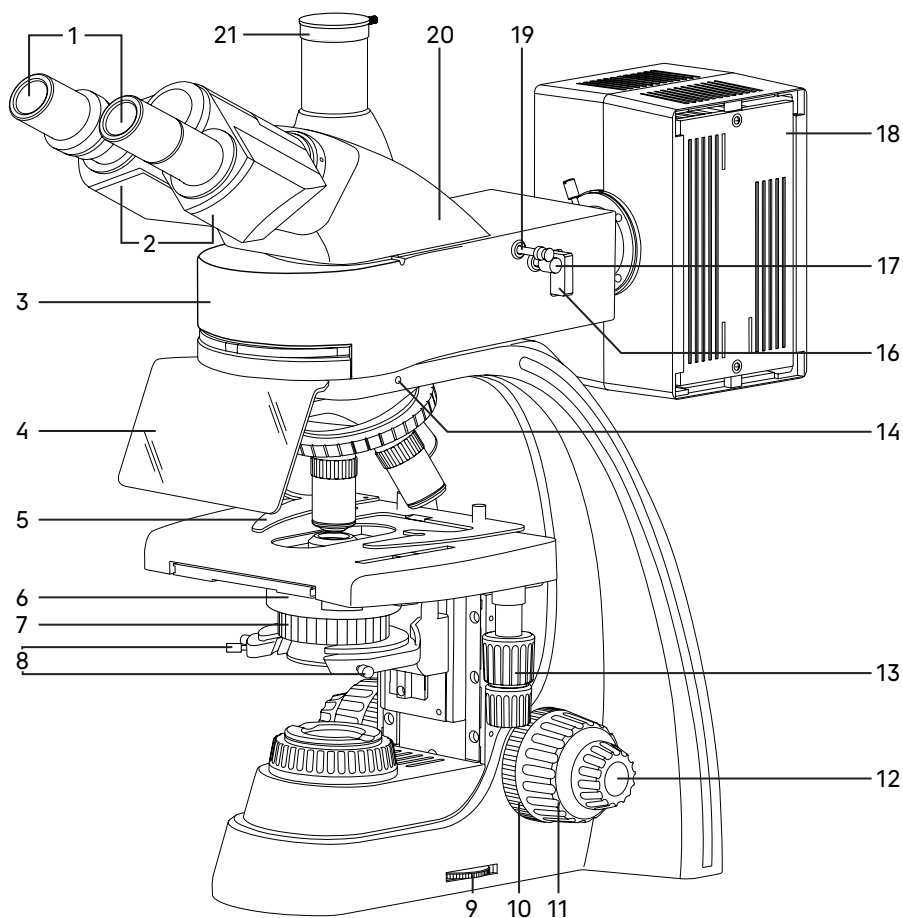
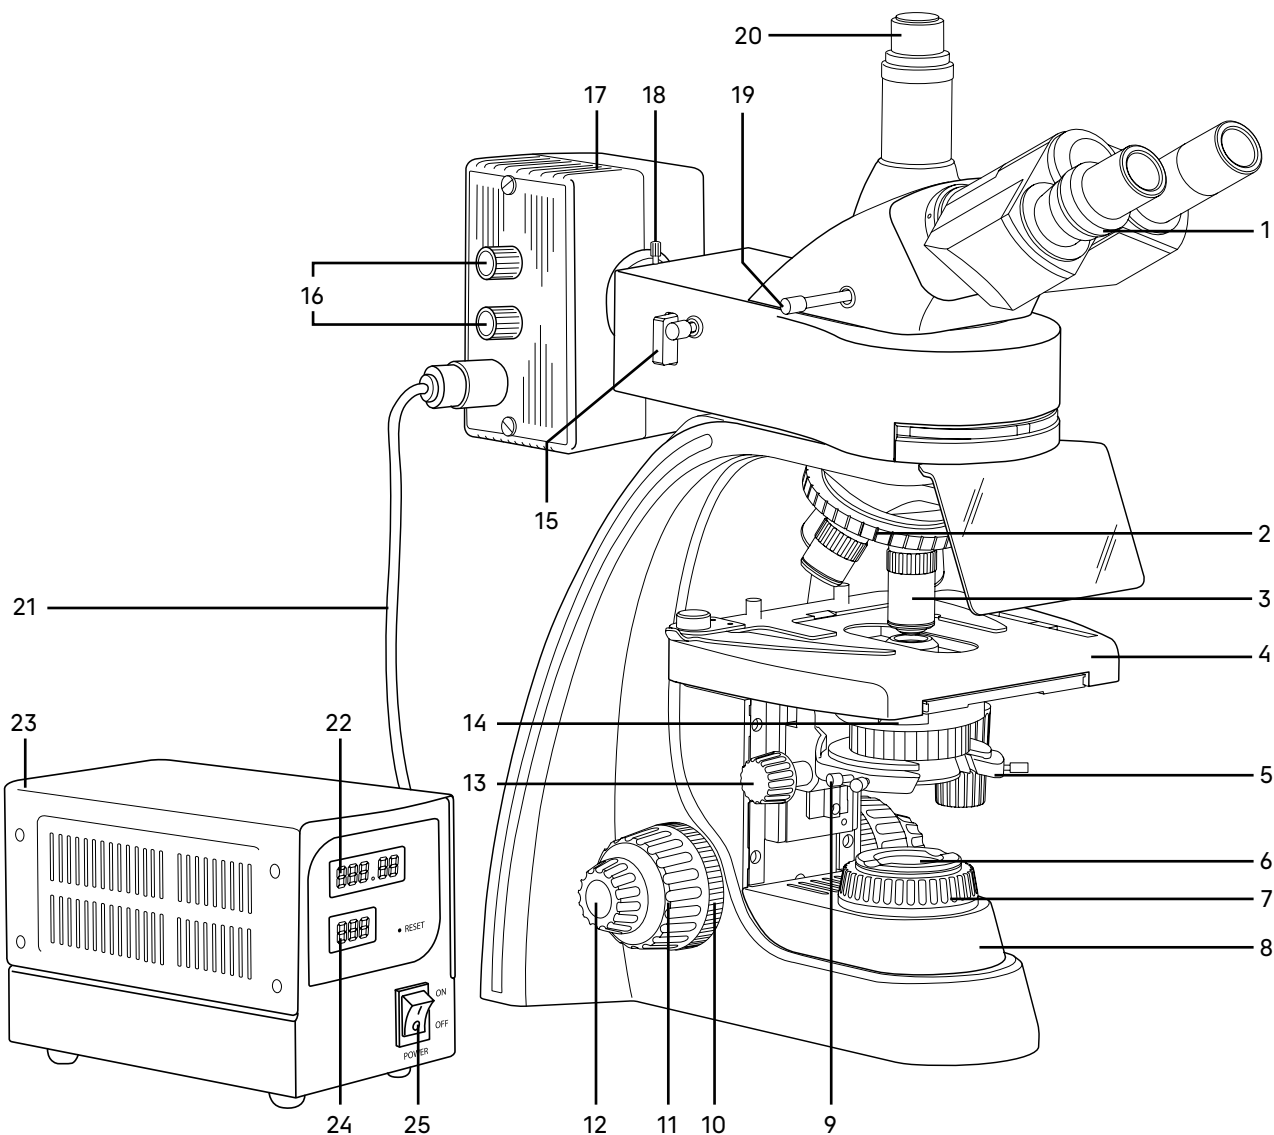

Рис. 1. Микроскоп MAGUS Lum 400. Вид справа
Рис. 2. Микроскоп MAGUS Lum 400. Вид слева
Штатив 8 (рис. 2) представляет собой цельную конструкцию с основанием. Основание имеет Y-образную устойчивую эргономичную форму.
- револьвер 2 (рис. 2) с объективами 3 (рис. 2);
- предметный столик 4 (рис. 2);
- кронштейн конденсора 5 (рис. 2);
- коллектор в оправе с полевой диафрагмой 6 (рис. 2).
Ручка 9 (рис. 1) служит для регулировки напряжения питания источника проходящего света.
Фокусировка на объект осуществляется перемещением по высоте предметного столика 4 (рис. 2). Грубая фокусировка производится вращением коаксиальных рукояток 11 (рис. 1, 2), которые размещены по обеим сторонам штатива.
Тонкая фокусировка производится вращением рукояток 12 (рис. 1, 2), расположенных по обеим сторонам штатива. Тонкая фокусировка требуется для точного фокусирования на объект и для подфокусировки микроскопа на резкость изображения при смене объективов и препаратов.
Механизм регулировки жесткости хода грубой фокусировки 10 (рис. 1) – кольцо между штативом и рукояткой грубой фокусировки с правой стороны. С помощью кольца регулируется жесткость хода грубой фокусировки так, чтобы жесткость была комфортной для пользователя, но при этом столик не опускался самопроизвольно во время работы.
Рукоятка блокировки грубой фокусировки 10 (рис. 2) расположена с левой стороны. После завершения грубой фокусировки рекомендуется перевести рычаг в крайнее положение в направлении по часовой стрелке. Таким образом закрепится положение грубой фокусировки для быстрой рефокусировки после смены препарата.
Насадка 20 (рис. 1) обеспечивает визуальное наблюдение изображения объекта. Насадка устанавливается в отверстие верхнего фланца корпуса люминесцентной насадки 3 (рис. 1) и закрепляется винтом 15 (рис. 1). Насадку при установке развернуть окулярами в сторону предметного столика.
Изменение межзрачкового расстояния в насадке осуществляется разворотом окулярных тубусов 2 (рис. 1) в пределах 48–75 мм. Значение расстояния, установленного в соответствии с глазной базой наблюдателя, отсчитывается по шкале на насадке.
Механизм диоптрийной подвижки окуляров служит для компенсации аметропии глаз наблюдателя. Находится на левом окулярном тубусе – кольцо 1 (рис. 2). Второй окулярный тубус насадки неподвижный.
В вертикальный тубус 21 (рис. 1) корпуса визуальной насадки (канал визуализации) для фиксации камеры (видеоокуляра) устанавливается переходник C-mount. Камера служит для вывода изображения на экран компьютера или монитор/телевизор. Переключение светового потока на вертикальный тубус производится рукояткой 19 (рис. 2). Рукоятка имеет два положения: 100/0 и 0/100.
В комплект микроскопа входят окуляры 1 (рис. 1). Окуляры имеют высокое положение выходного зрачка и предназначены для работы как в очках, так и без них.
Револьверное устройство 2 (рис. 2) обеспечивает установку пяти объективов 3 (рис. 2). Смена объективов производится вращением револьверного устройства за конусную рифленую поверхность до фиксированного положения.
Объективы 3 (рис. 2) рассчитаны на длину тубуса «бесконечность». Парфокальная высота объективов 45 мм, линейное поле зрения в плоскости изображения 22 мм. Рассчитаны для работы с препаратами с толщиной покровного стекла 0,17 мм или без покровного стекла. Микроскоп укомплектован объективами-планахроматами с увеличением 4х, 10х, 40х (люминесцентный), 100х. Дополнительно возможна комплектация объективом-планахроматом 20х и 60х и люминесцентным планахроматом 10х.
Конденсор 6 (рис. 1) установлен в кронштейн 5 (рис. 2) под предметным столиком микроскопа. Тип крепления конденсора – «ласточкин хвост». Конденсор устанавливается по направляющим при поднятом столике и опущенном кронштейне. Перемещение конденсора вдоль оптической оси микроскопа осуществляется с помощью рукоятки перемещения кронштейна конденсора 13 (рис. 2), расположенной слева от наблюдателя под столиком микроскопа. Диапазон перемещения конденсора – не менее 33 мм.
Конденсор имеет слот 14 (рис. 2) для установки слайдера темного поля или слайдера фазового контраста.
Кронштейн конденсора имеет пружинный держатель, с помощью которого двумя винтами 8 (рис. 1) конденсор центрируется в оптической оси. Фиксация конденсора в держателе осуществляется винтом 9 (рис. 2).
Ирисовая апертурная диафрагма регулируется (открывается/закрывается) кольцом 7 (рис. 1) Для достижения наилучшего качества изображения рекомендуется прикрывать апертурную диафрагму конденсора светлого поля приблизительно на 1/3 диаметра выходного зрачка объектива.
Двухкоординатный предметный столик 4 (рис. 2) обеспечивает перемещение объекта в двух взаимно перпендикулярных направлениях с помощью рукояток 13 (рис. 1), расположенных на одной оси.
У столика отсутствует выдвижная зубчатая рейка по оси X, что повышает эргономичность работы. Механизм с ременной передачей плавно перемещает объект. Объект крепится на поверхности столика препаратодержателем 6 (рис. 1), для чего прижим отводится в сторону. Препаратодержатель крепится к столику при помощи двух винтов. При снятом препаратодержателе объект можно перемещать рукой.